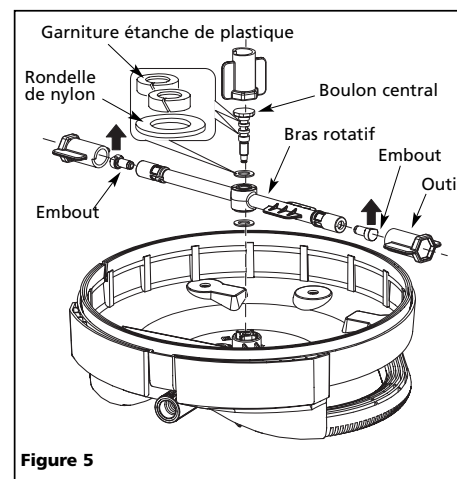

Figure 5
REMARQUE : Après une utilisation répétée ou des dommages, remplacer les garnitures étanches de plastique et la rondelle de nylon au besoin (voir la figure 5). Une fourniture supplémentaire a été incluse pour votre commodité.
1. Utiliser l'outil fourni et retirer le boulon central et le bras rotatif tel qu'illustré sous la figure 5.
2. Utiliser le même outil, retirer l'embout de chaque extrémité du bras rotatif tel qu'illustré sous la figure 5.
4. Replacer le bras rotatif et le boulon central. Resserrer le boulon central utilisant l'outil fourni, tel qu'illustré sous la figure 5.